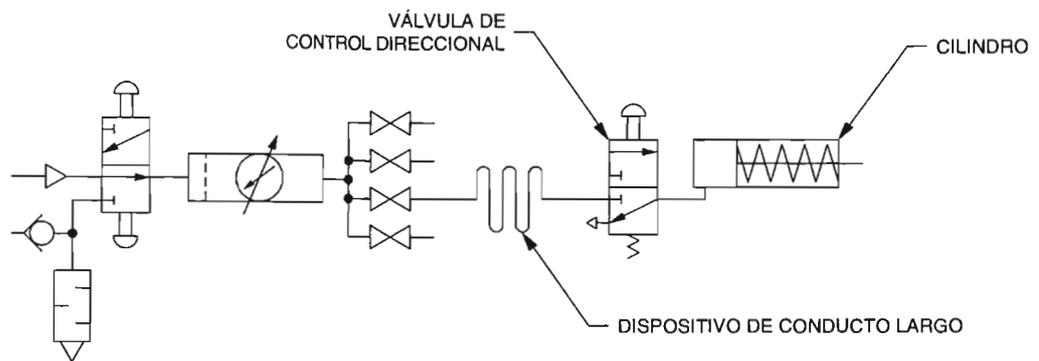

Figura 1-30. Diagrama esquemático de un circuito utilizando un conducto largo.
- 3. Utilice el conducto largo de tubería de diámetro pequeño proporcionado con su equipo didáctico para conectar la unidad de acondicionamiento con la válvula de control direccional. Conecte el circuito mostrado en la Figura 1-30. Consulte el diagrama de conexión mostrado en la Figura 1-31 para realizar sus conexiones. Conecte el dispositivo de conducto largo al orificio NC (normalmente de no paso) de la válvula de control direccional. Enrosque una punta (tipo bala) en el vástago del cilindro.